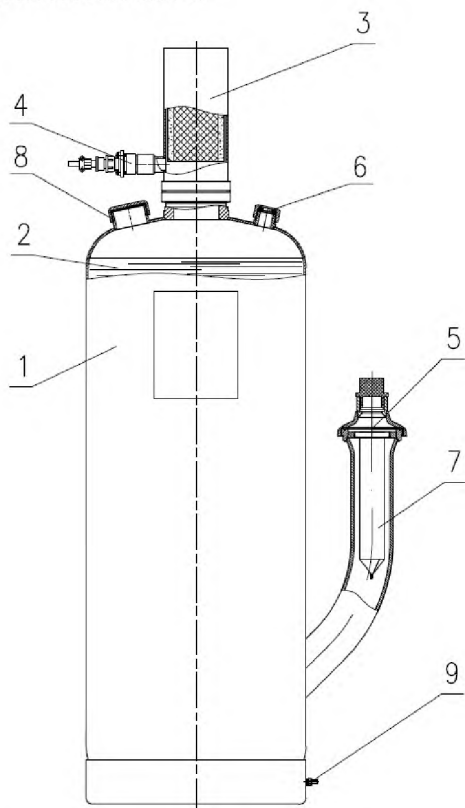

Рис.2. Устройство модуля пожаротушения тонкораспылённой водой «Буря 50ТРВ».
4.1. Модуль после сборки (рис. 2) представляет собой герметичную конструкцию, состоящую из стального корпуса 1, заполненного огнетушащим веществом 2, газогенератора 3, электровоспламенителя 4, разрывной мембраны 5, предохранительной мембраны 6. В направляющей горловине модуля установлен сетчатый фильтр 7. На верхней части корпуса имеется заливная горловина 8, на нижней - узел заземления 9.
В период эксплуатации модуля доливка ОТВ в модуль выполняется через заливную горловину (Рис.2). Для этого необходимо Открутить крышку заливной горловины, снять паронитовую прокладку, долить ОТВ через воронку, проконтролировать уровень ОТВ в соответствии с п. 7.3. Уложить паронитовую прокладку на заливную горловину, закрутить крышку. Опломбировать соединение «крышка-корпус модуля»